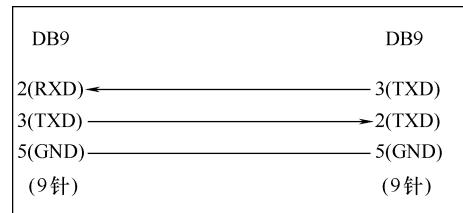

图 7-2 RS232 标准接线
常见的 RS232 的接线标准是 3 条线, 两根数据线和一根地线, 即两个 RS232 设备的发送端 (TXD) 和接收端 (RXD) 及接地端 (GND)。这种方式分别将两端的 RS232 接口的 2—3, 3—2, 5(7)—5(7) 引脚连接起来。其中 2 是数据接收线 (RXD), 3 是数据发送线 (TXD), 5(7) 是接地 (RND), 如图 7-2 所示。